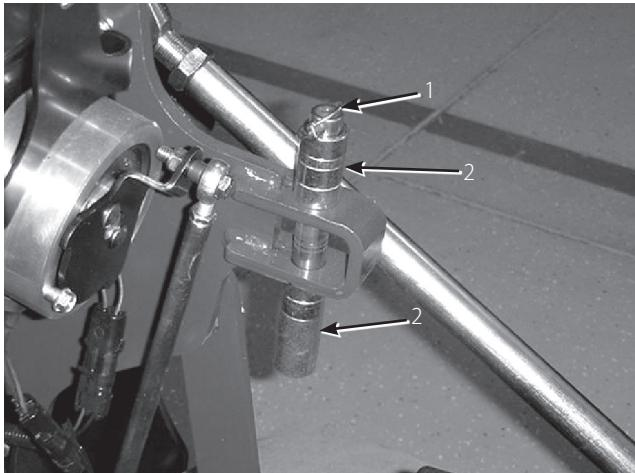

図 29
- スペーサと深さピンを止めているリンチピン(図29)を外す。